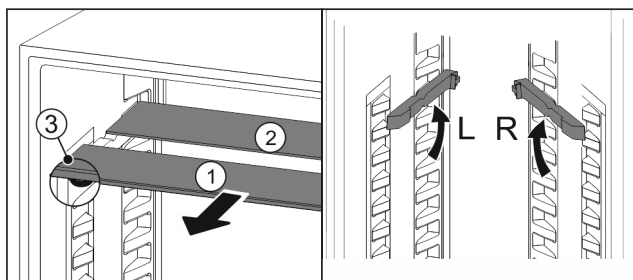

Fig. 48
- Træk glaspladerne ud enkeltvis fremad Fig. 48 (1).
- ▷ Glaspladen Fig. 48 (1) med pyntelisten ligger foran.
- ▷ Stoppene Fig. 48 (3) peger nedad.